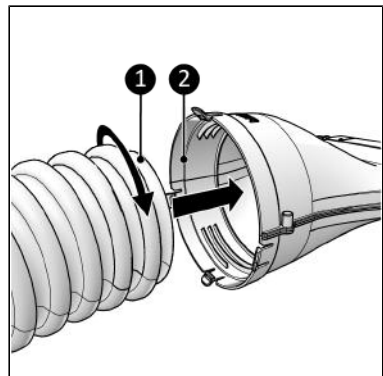

Figure 208.
- Avec un système rotatif, pour un tuyau sans collier (Figure 208, pos. 1).
- Insérez le tuyau de l'air conditionné (Figure 208, pos. 1) dans le corps principal (Figure 208, pos. 2) et serrez.